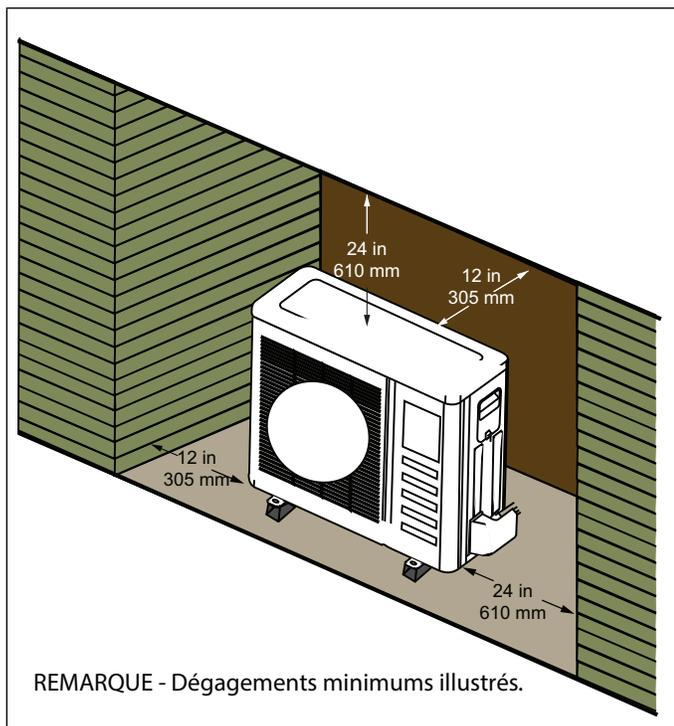

Figure 23. Unité installée dans une alcôve
- L'unité extérieure peut être installée dans une alcôve ou sous l'avancée d'un toit comme illustré à la «Figure 23. Unité installée dans une alcôve».